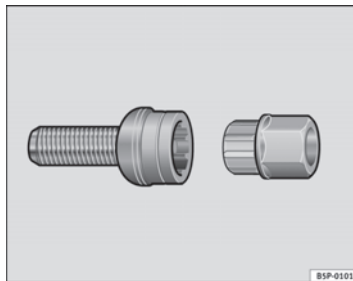

Fig. 184 Boulons de roue antivol
- Introduisez l'adaptateur au maximum dans le boulon antivol de la roue → fig. 184.